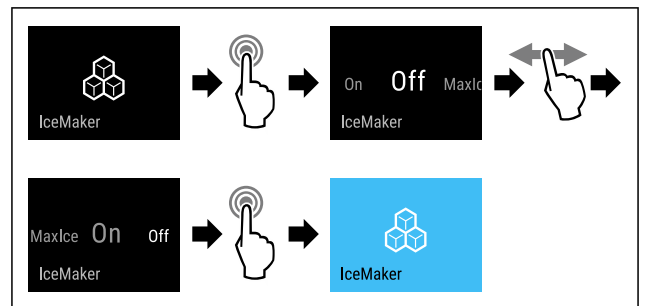

Fig. 19
- ▶ Suivre les étapes (voir Fig. 19).